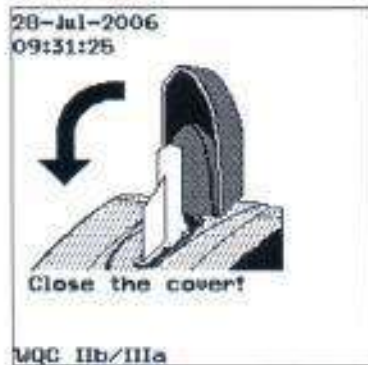

Figura 4-13 Cerrar la cubierta
11. Cierre la cubierta del puerto del dispositivo de prueba (Figura 4-13).